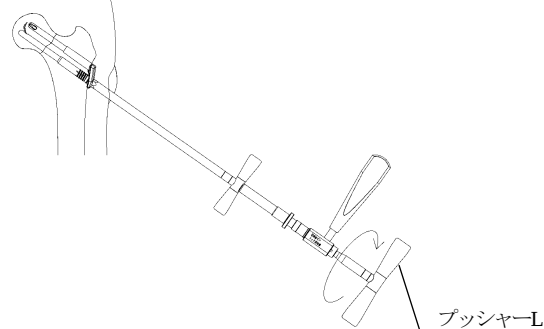

図11
- 4) プッシャーLを挿入し、フランジ型SBの挿入手順4)と同様にフックを突出させます。(図11)